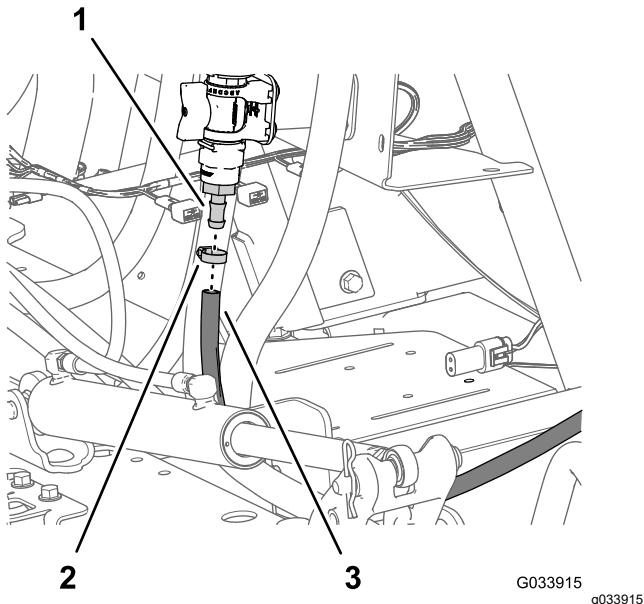

Figura 20
6. Montate il flessibile dell'asta di irrorazione sul raccordo dentellato della valvola di regolazione e fissate il flessibile al raccordo con una fascetta stringitubo (Figura 20).